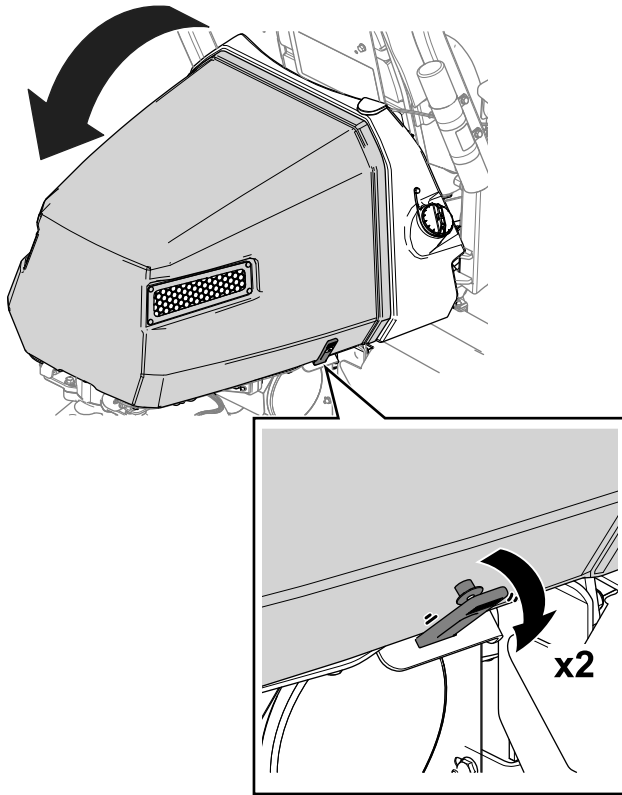

図 37
1. フードの両側でストラップを外す 図 37。
2. フードを上げる 図 37。